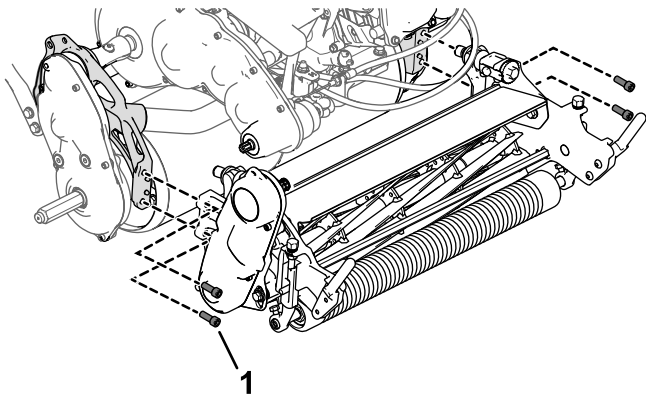

Bild 6
1. Verwenden Sie die vier Bundkopfschrauben, um das Mähwerk an der Maschine zu befestigen (Bild 6).